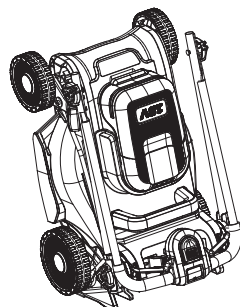

Fig. 27
10. Guarde o corta-relva numa posição plana ou na vertical (Fig. 27).